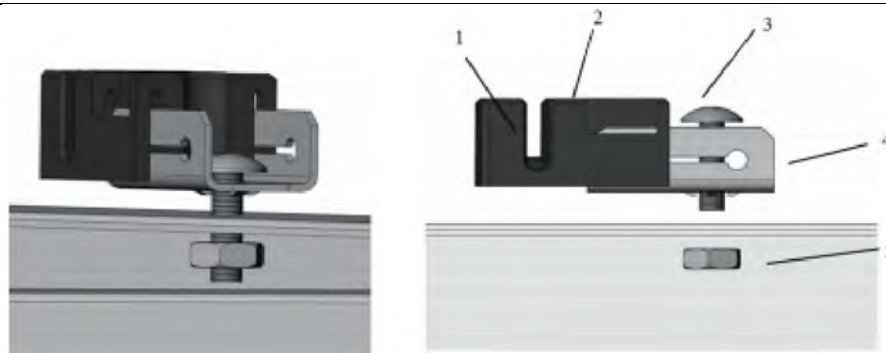

Figura 5. Parafuso de ligação à terra Tyco
- A estrutura de cada módulo tem orifícios de montagem de 4-φ7*10 mm com localização específica mostrada na Figura 5.
- Fixar o módulo em cada local de fixação com um parafuso M6, duas anilhas planas, uma anilha de pressão e uma porca, como indicado na Figura 5.